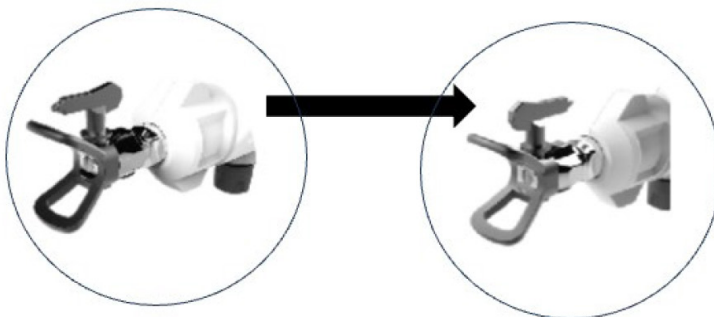

Рис. 24
3. Поверните сопло на 180 градусов в положение «промывка» (рис. 24).